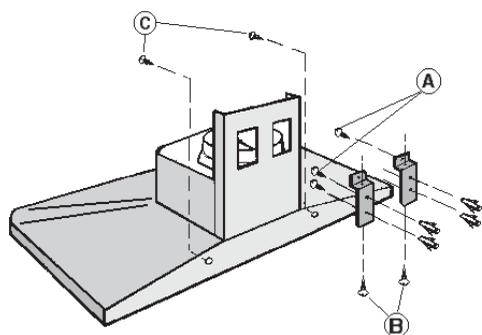

fig.8
Fixation murale de la hotte (fig. 8)
2. Fixez les supports métalliques (A) au mur à l'aide des vis et chevilles (fig. 8).
1. Accrochez la hotte aux supports. Mettez-la de niveau en utilisant les vis de réglage B (fig. 8).
3. Accrochez la hotte et fixez-la définitivement à l'aide des 2 vis C (fig. 8).